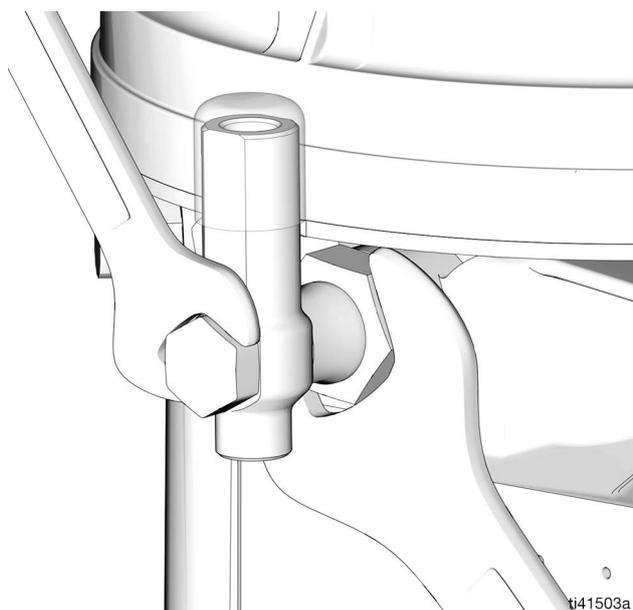

FIG. 15
Relâcher la pression dans l'élément de pompe à l'aide de deux clés travaillant dans des directions opposées sur l'élément de pompe et le raccord d'élément de pompe pour desserrer lentement le raccord uniquement jusqu'à ce que le raccord soit desserré et qu'aucun lubrifiant ou air ne s'en échappe. Répéter l'opération pour chaque élément de pompe installé (FIG. 15).
- Utiliser toujours deux clés travaillant dans des directions opposées pour raccorder quoi que ce soit à l'élément de pompe ou aux raccords auxiliaires. Voir FIG. 15 à titre d'exemple.